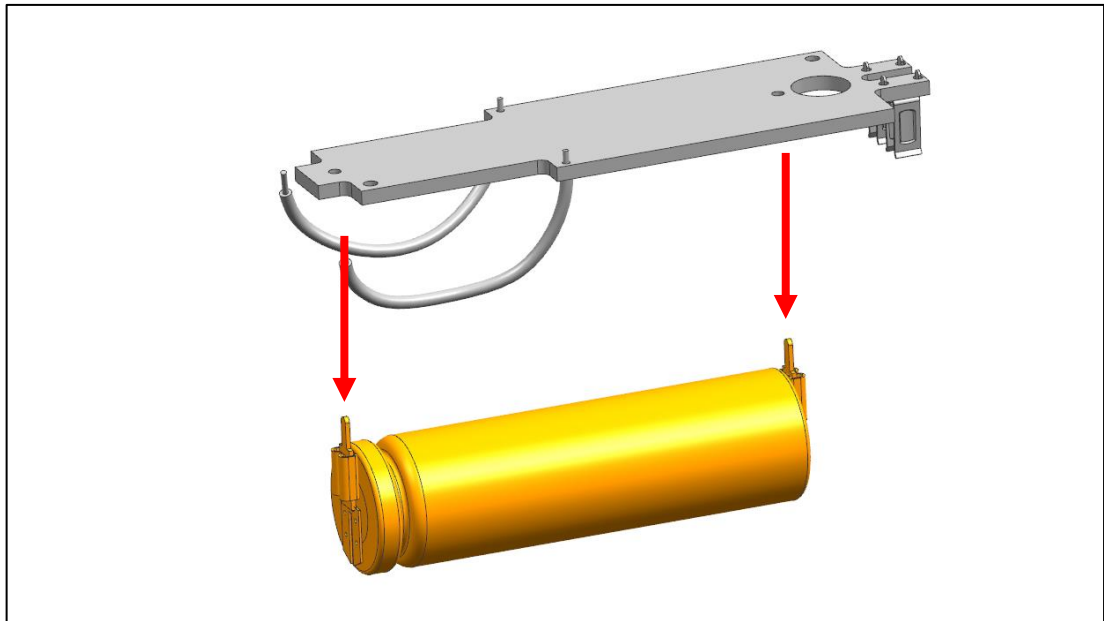

Abb. 31
b) Ziehen Sie den Akku mit den Akkupins von der Platine ab (Abb. 31).